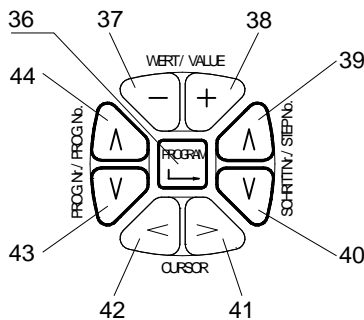

Abb. 22 Tastatur zur Erstellung der Anwenderprogramms
- Die Vakuumpumpe hält jedoch das Vakuum in Höhe des im letzten Programmschrittes eingestellten Vakuums aufrecht, siehe Abb.: 22 ⑤
- Durch Drücken der „Stop“-Taste (35) wird die Pumpe abgeschaltet, was gleichzeitig ein dosiertes Fluten des Mischbechers einleitet.